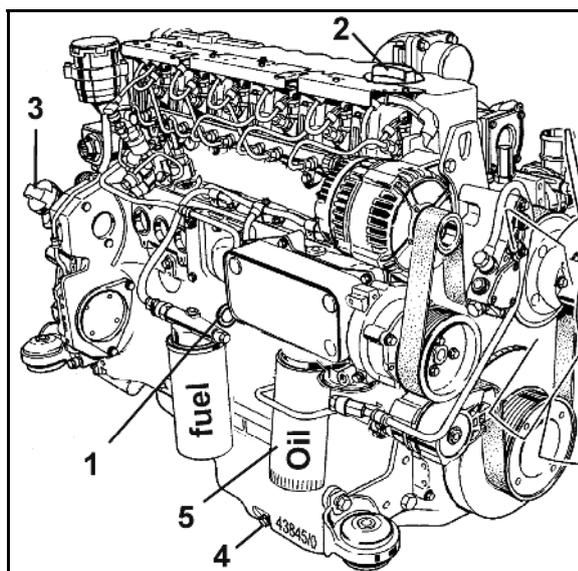

Fig. 138
2. Ziehen Sie den Ölmesstab (Fig. 138/1) heraus und reinigen Sie diesen mit einem sauberen Tuch.
4. Wenn nötig, muss der Ölstand mit dem vorgeschriebenen Öl in der Einfüllöffnung (Fig. 138/2,3) nachgefüllt werden.
5. Ölablassschraube (Fig. 138/4) herausdrehen.